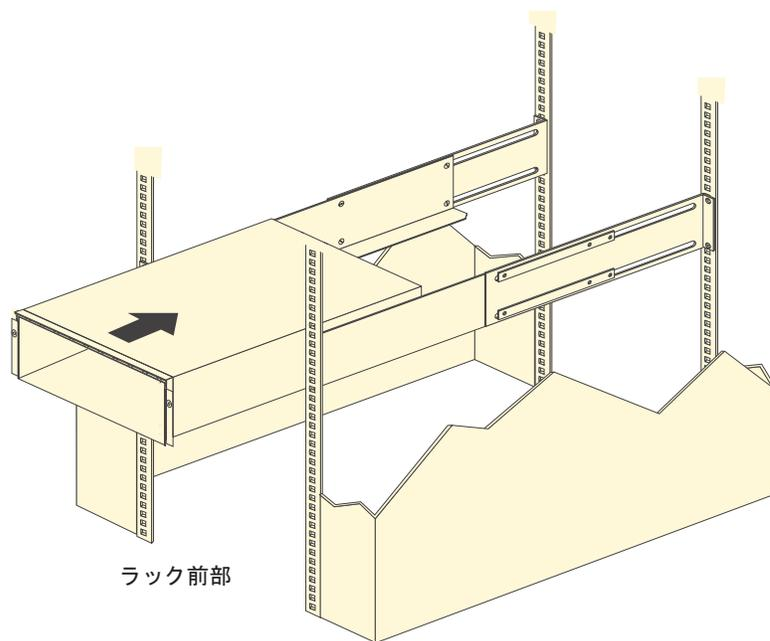

図 19. DS5020 の取り付け
- b. もう 1 人の手を借りて、ストレージ・サブシステムの後部をサポート・レールの上に乗せ、49 ページの図 19 に示すようにユニットをスライドさせてラックに入れます。